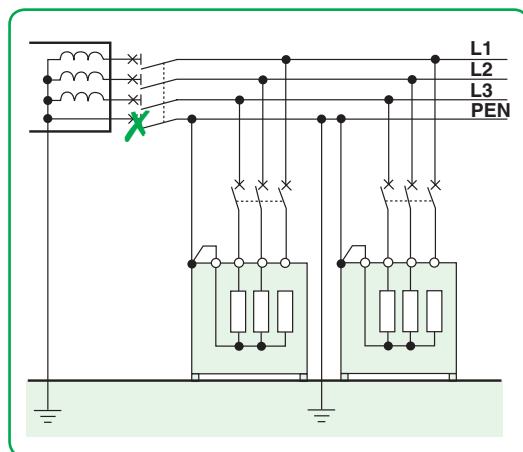

Fig. 2.13. Esquema TN-C.
• Incidencia del esquema TN-C en el conductor neutro (ver fig. 2.13)